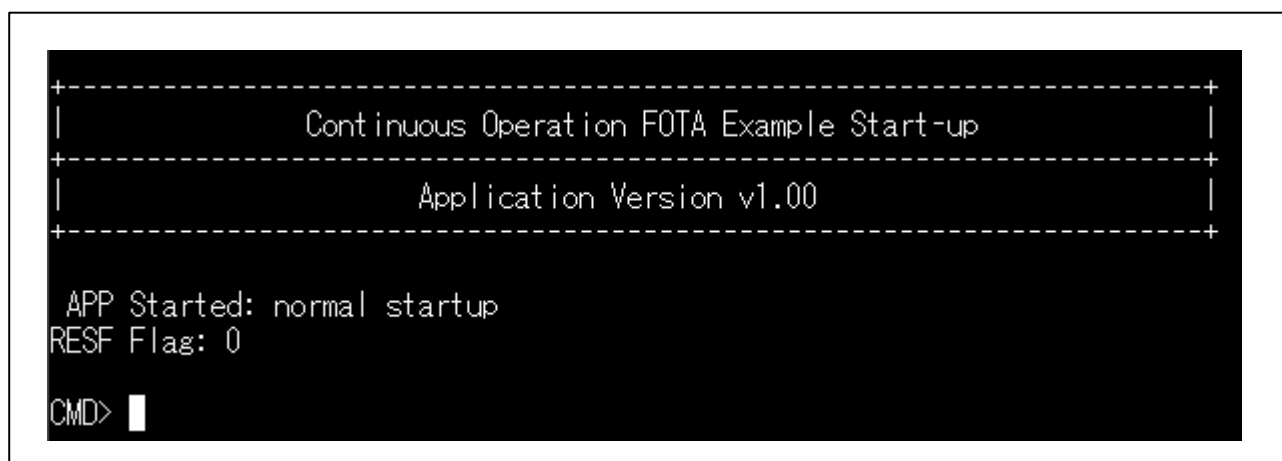

図 3-7 : Tera Term での Start-up メッセージの表示
7. RL78/I1C(512KB) Fast Prototyping Board の RST ボタンを押してください。Tera Term に、図 3-7 のスタートアップメッセージが表示されます。